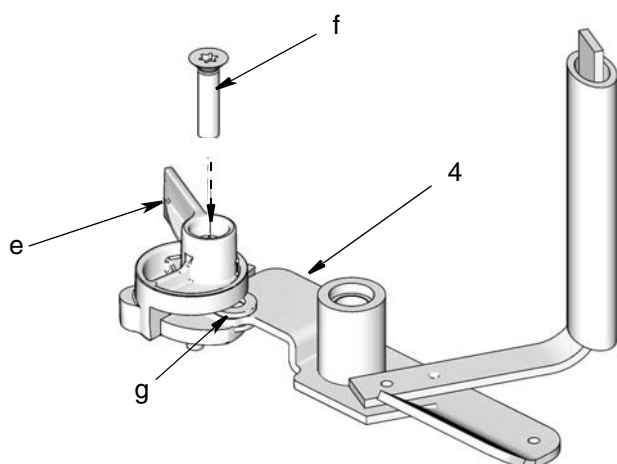

FIG. 11
- d. Alinee el orificio (m) en la parte superior de la paleta de bajo nivel (e) con el orificio en el centro de las arandelas (g) y la paleta agitadora (4) (FIG. 11).
- e. Introduzca el perno (f), asegurándose de que pase a través de la paleta de bajo nivel (e), los orificios en arandelas (g) y la base de la paleta agitadora (4) (FIG. 11).